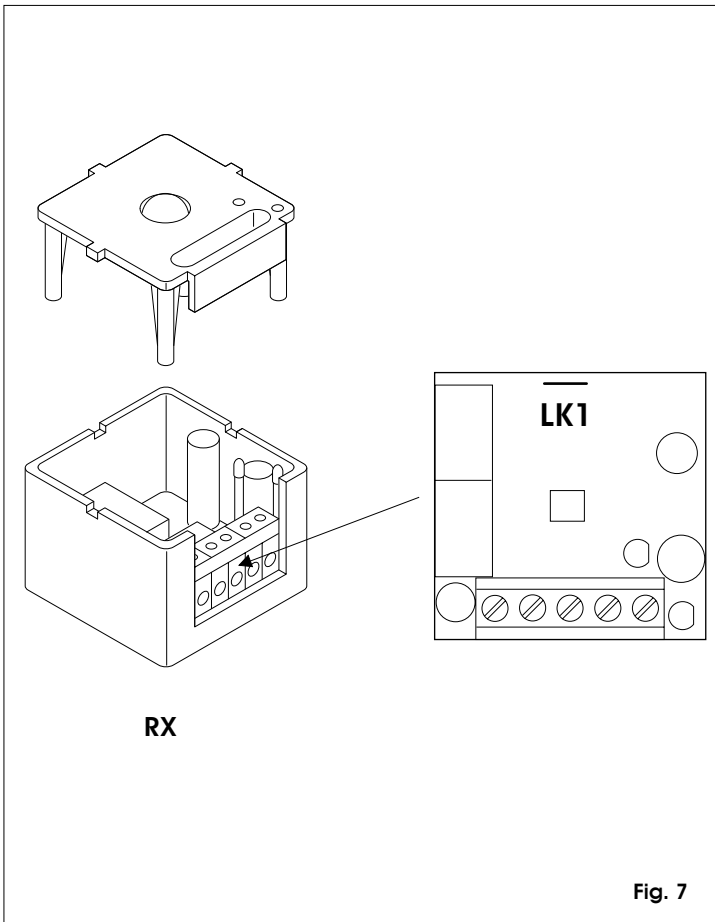

Fig. 7
- b) Tagliare il ponticello LK1 (fig.7).
- b) Cut the jumper LK1 (fig.7).